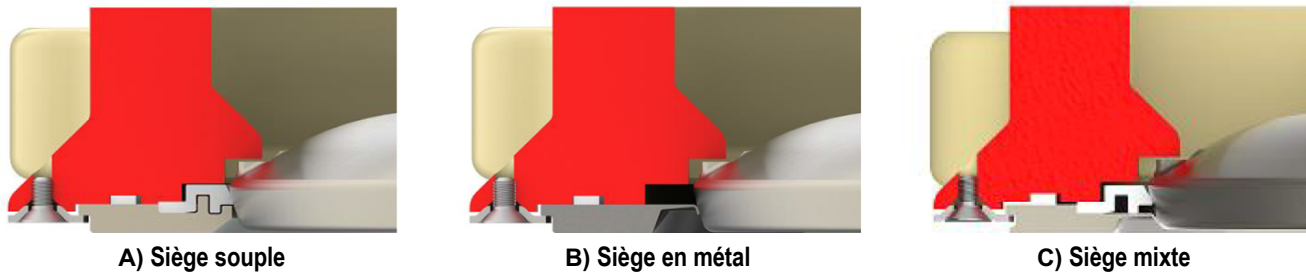

Figure 4 : Coupes transversales des configurations du dispositif de retenue de siège
**Lors de l'installation de la vanne dans le circuit entre les brides, assurez-vous que le joint de face de la bride recouvre à la fois le dispositif de retenue du siège et les surfaces du corps. Ne pas suivre cette consigne entraînera des fuites excessives. Reportez-vous à la Figure 4 : A, B et C pour connaître les options de retenue du siège et la position du joint de conduite.**